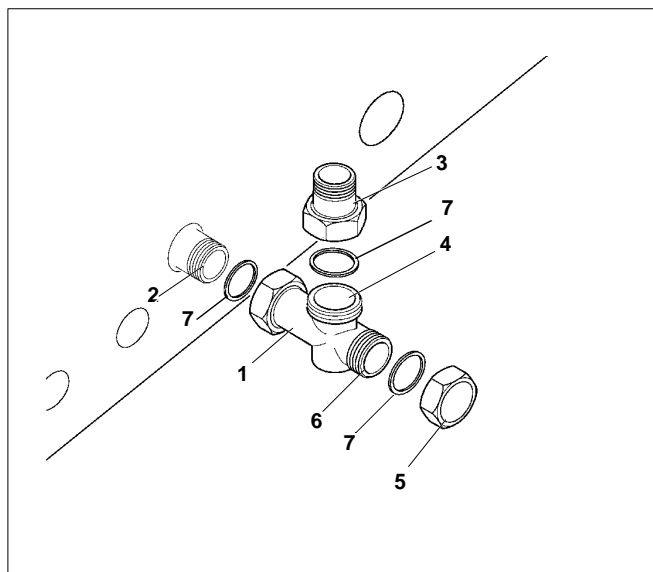

Fig. 7 Retour GA124
- Insérer le joint dans l'écrou-raccord du raccord en T joint à la livraison (fig. 7, **pos. 1**) et visser le raccord en T sur le retour chaudière (fig. 7, **pos. 2**). Si le préparateur ECS n'est pas raccordé, visser le bouchon de fermeture avec joint (fig. 7, **pos. 5**).
- Monter le raccord de réduction joint à la livraison G 1 ¼ (fig. 7, **pos. 3**) sur R 1 pour le retour du chauffage (fig. 7, **pos. 4**) à la sortie à 90°, **si vous n'utilisez pas de système de montage rapide (accessoires) (fig. 7)**.
Légende fig. 7